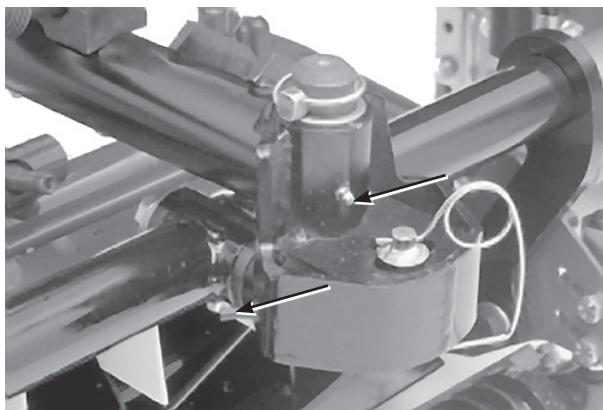

図 36
- ・ カッティングユニットのキャリア・フレームとピボット (各2: 図36)